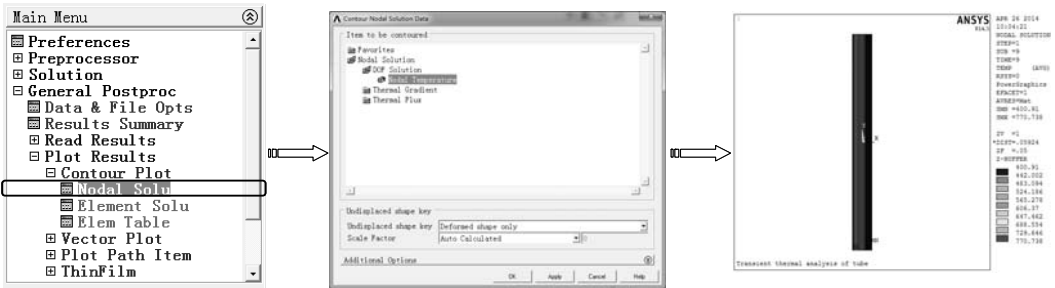

图 8-158 第 9s 时的温度分布
- 2) 选择“Main Menu>General Postproc>Plot Results>Contour Plot>Nodal Solu”命令，弹出“Contour Nodal Solution Data”对话框，选中“Nodal Solution>DOF Solution>Nodal Temperature”选项，单击“OK”按钮显示第 9s 时温度分布，如图 8-158 所示。